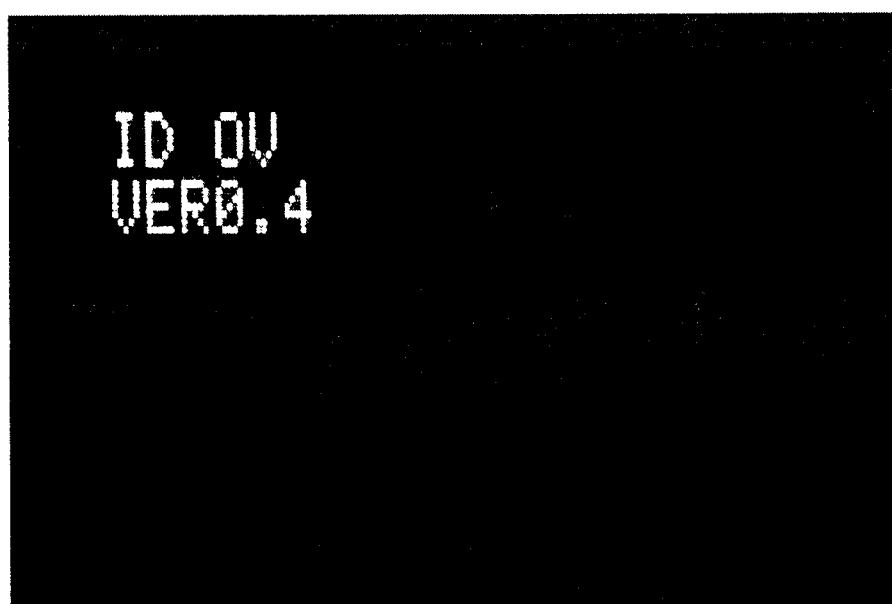

Рисунок 1 - Идентификационное наименование программного обеспечения и номер его версии.
6.4.1 Блок индикации газосигнализатора включить, как указано в 6.2.1.1. Нажать одновременно кнопки I, II и III на лицевой панели блока индикации и держать их в нажатом состоянии до появления на дисплее информации об идентификационном наименовании программного обеспечения – ID OV и номере версии программного обеспечения (рисунок 1).